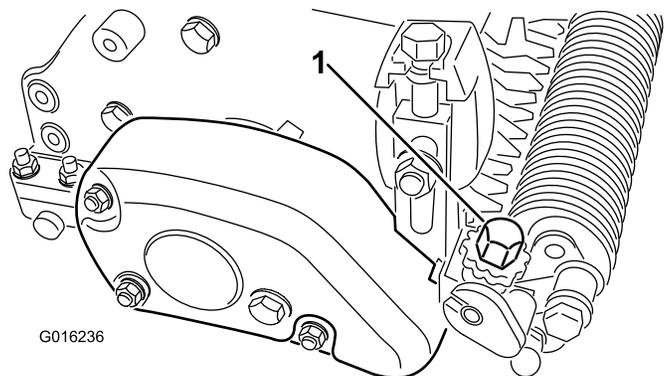

Figura 25
- 5. En un extremo del eje del groomer, mida la distancia desde la punta más baja de una de las cuchillas del groomer hasta la superficie de trabajo. Gire el pomo de ajuste de la altura del groomer (Figura 25) para elevar o bajar la punta de la cuchilla a la altura de acondicionado deseada. Cada muesca del pomo de ajuste equivale a 0,08 mm aproximadamente de profundidad del groomer.